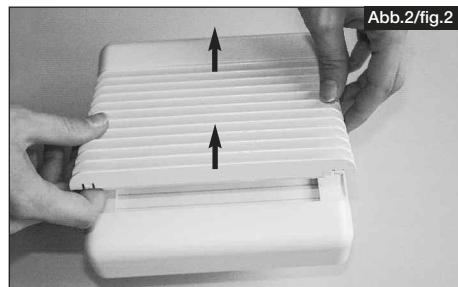

Abb.2/fig.2
2. Das mittlere Lüftungsgitter von der Fassade abziehen (Abb.2)
2. Remove air grill of the front panel. (fig.2)
2. Retirer la grille d'aération centrale de la façade (fig.2).